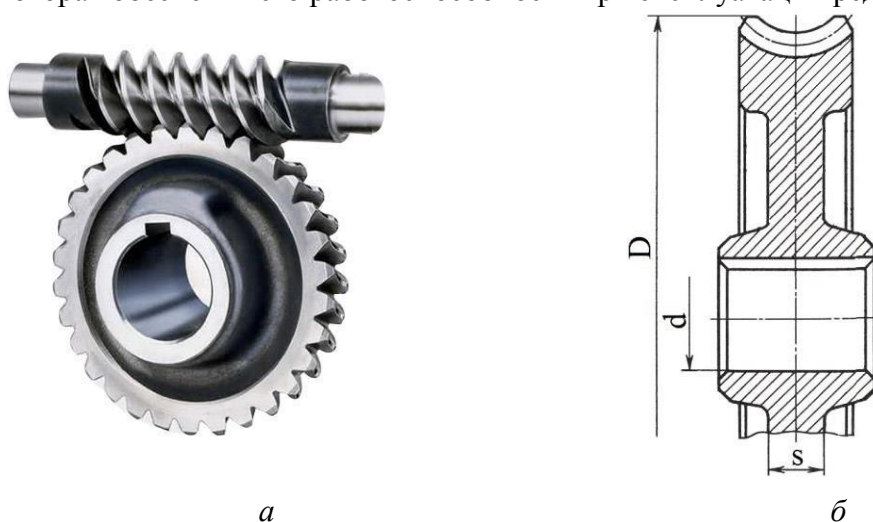

Рис. 1.6. Быстроходное червячное колесо:
6. Пользуясь «Марочником сталей и сплавов», выбрать марку стали для изготовления тяжело нагруженного быстроходного червячного колеса станочного редуктора (рис.1.6). Производство редукторов крупносерийное.